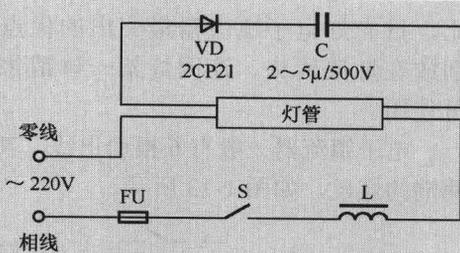

图 1-11 日光灯电子快速启辉器电路
① 启辉器是该电路中最容易损坏的器件，应急使用时可用一个开关代替启辉器。电工实践证明，用一只二极管和一只电容器可组成一个电子启辉器，如图 1-11 所示。该启辉器启辉速度快，可延长日光灯管的预热时间，延长其使用寿命，在冬季用此启辉器可达到一次性快速启动。
② 安装时，相线必须经过开关和镇流器。